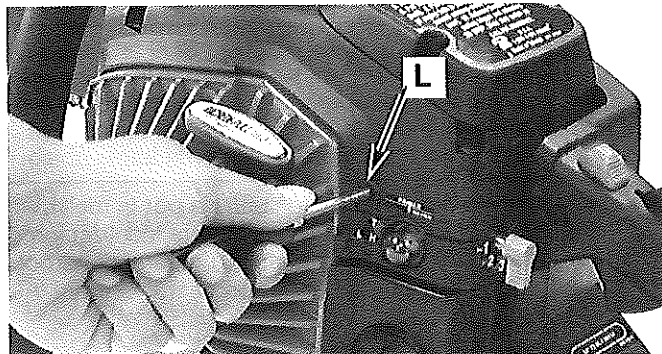
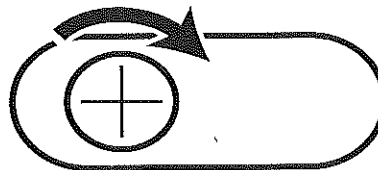

Fig. 8
Fig. 9
- Si la unidad se ralentizara mucho, dispone de un hueco de ajuste de ralentización (L) (Fig. 8). Gire el tornillo 1/4 o 1/2 en el sentido de las agujas del reloj (hacia la derecha) con un destornillador plano (Fig. 9). La unidad ralentizará adecuadamente.